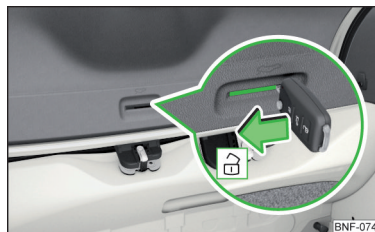

Fig. 160 Destrancar a tampa da bagageira
- Inserir a chave do veículo na fenda no revestimento da tampa » Fig. 160 até ao batente.